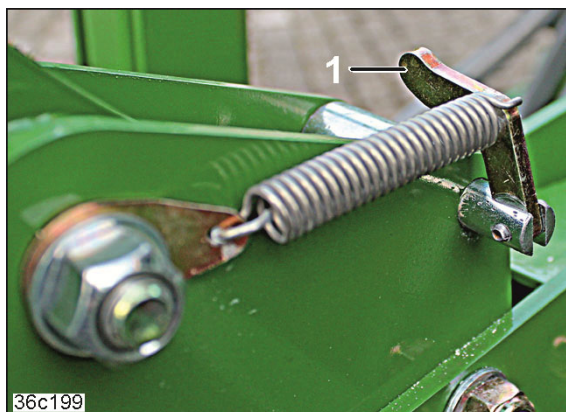

Рис. 189
2. Переместите оба захвата (Рис. 189/1) вверх.